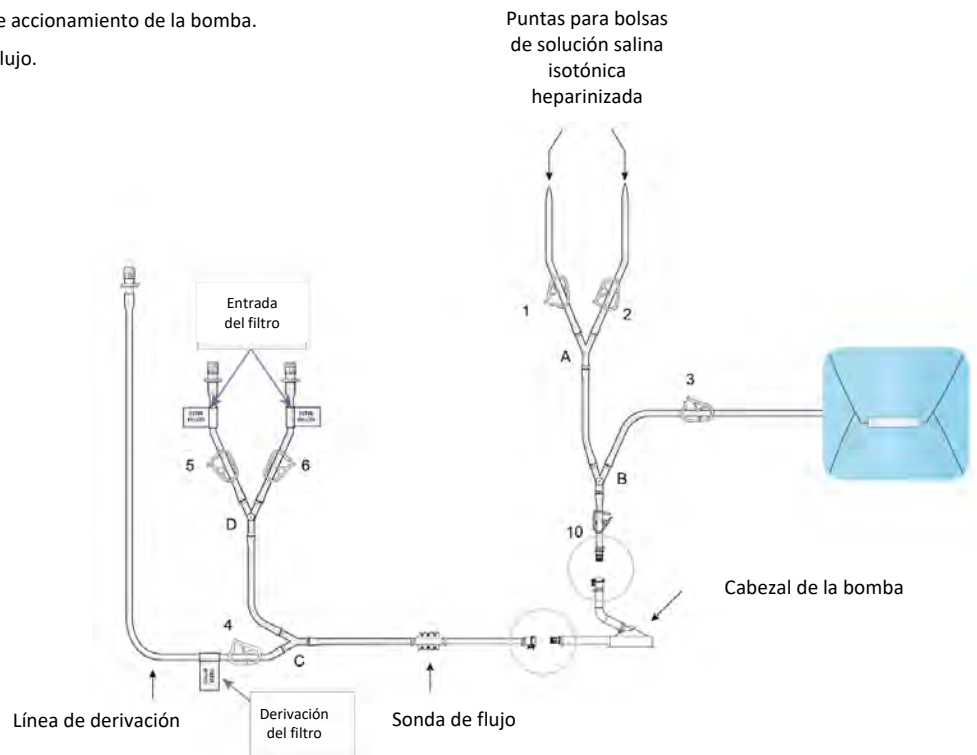

Figura 5: Ensamblaje de la entrada del filtro
- Retire las secciones de «ensamblaje de la entrada del filtro» y «ensamblaje del cabezal de la bomba» de la bandeja del circuito; véase la figura 5.